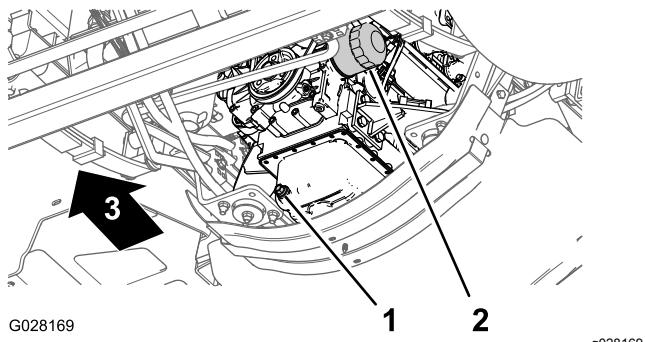

Figura 69
3. Coloque un recipiente de drenaje debajo del filtro de aceite del motor (Figura 69).
4. Retire el filtro de aceite usado (Figura 69).
8. Instale el filtro de aceite en el adaptador de filtro, gire el filtro de aceite en sentido horario hasta que la junta de goma entre en contacto con el adaptador del filtro, luego apriete el filtro media vuelta más (Figura 69).
1. Coloque un recipiente debajo del tapón de vaciado (Figura 69).
2. Retire el tapón de vaciado (Figura 69) y deje que el aceite se drene completamente.